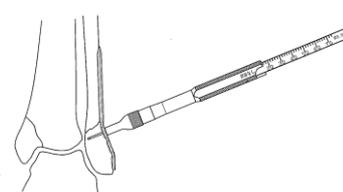

図4
- 4) 3.5 コーティカル用デプスゲージの先端をドリル穴内に挿入し、先端を海綿骨内で突き当たるまで挿入し、スケールを読み取ります。（図4）